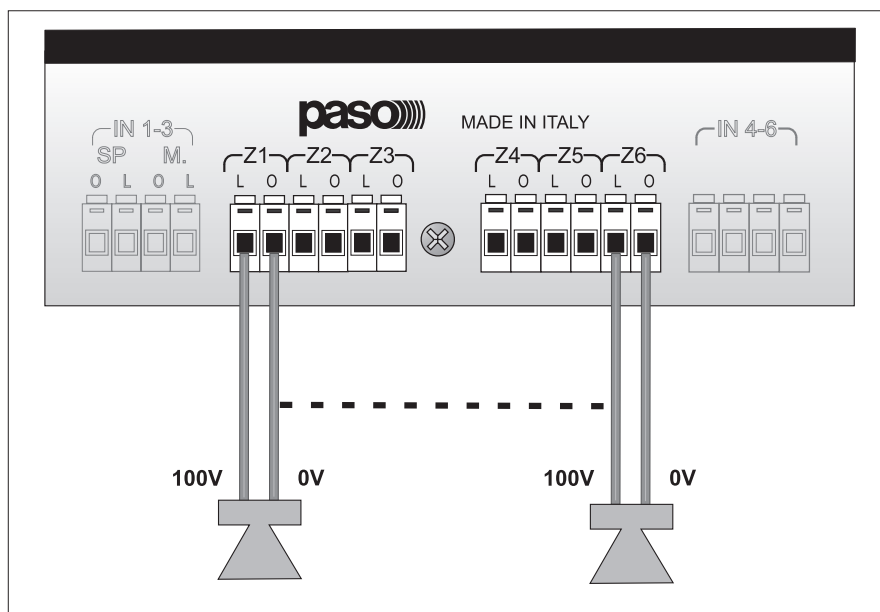

Fig. 5.2.1
I diffusori sono connessi alle morsettiere di uscita **Z1÷Z6 (10)** e **(11)**; porre attenzione al collegamento della linea, rispettando le polarità **0 (0V)** e **L (100V 0 70V o 50V)** per mantenere la corretta fase dei diffusori (Fig. 5.2.1). Per il collegamento riferirsi anche alle istruzioni dei diffusori impiegati.